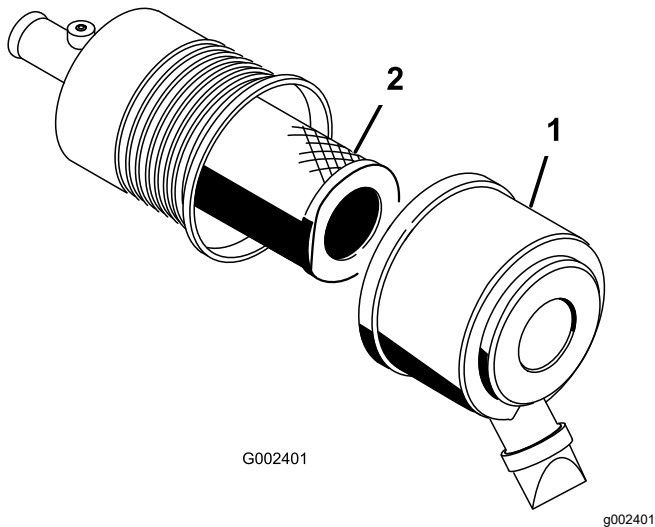

Figura 84
1. Abra los cierres del limpiador de aire y tire de la tapa de la entrada de aire para separarla del cuerpo del limpiador de aire (Figura 84).
3. Extraiga con cuidado el filtro del cuerpo del limpiador de aire (Figura 84).
5. Introduzca el filtro con cuidado sobre el tubo de la carcasa (Figura 84).
6. Instale la tapa del limpiador de aire con el lado hacia arriba, y fije los cierres (Figura 84).